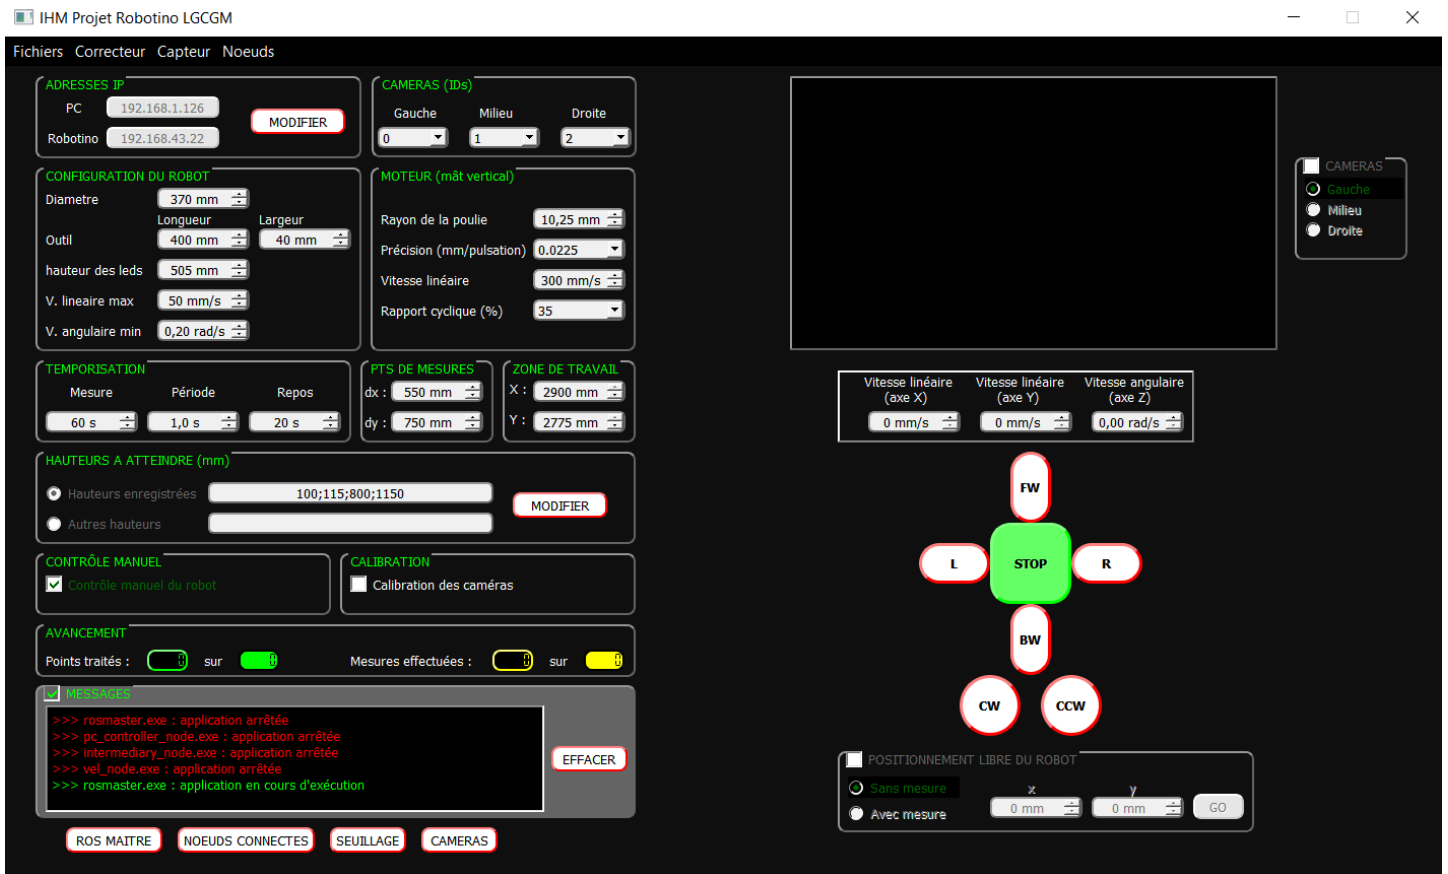

Figure 2: IHM: Visualisation du panneau de contrôle manuel
- Affichage du « panneau » de contrôle manuel du robot (Figure 2),